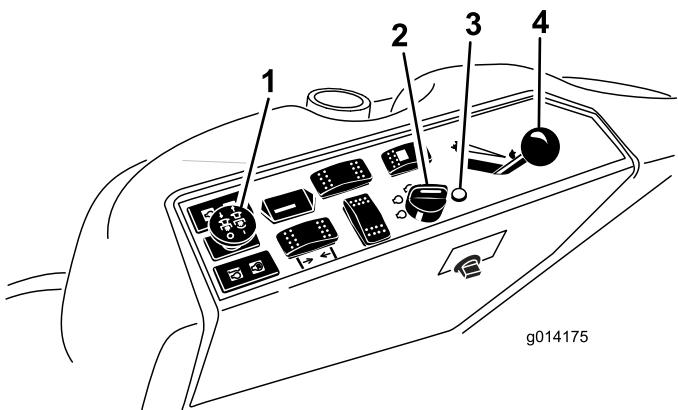

図 11
- PTO スイッチを OFF 位置とする (図 11)。
- スロットルレバーを Fast と Slow の中間にセットする図 11。